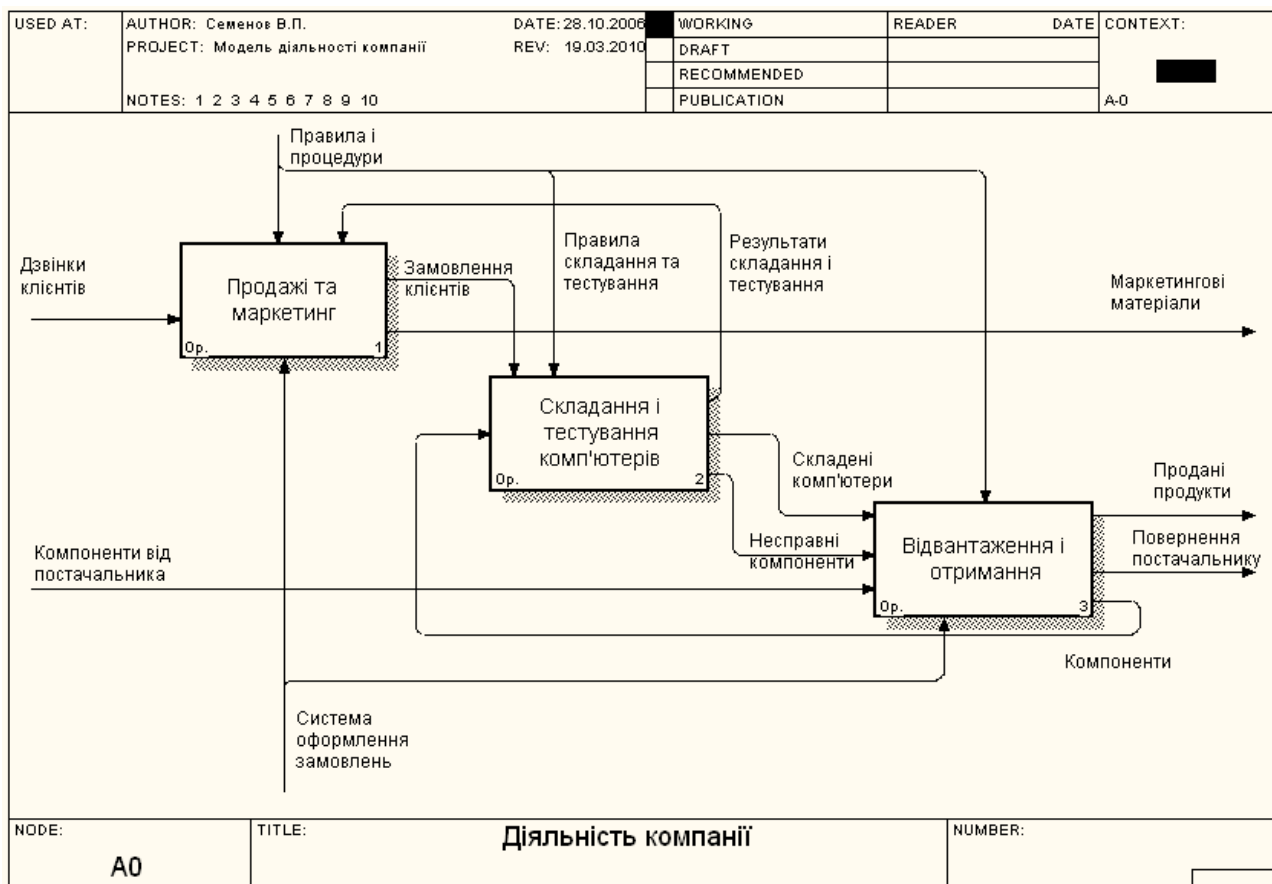

Рисунок 5.6 – Діаграма «Діяльність компанії» після злиття моделей
9. На діаграмі A0 тунелюйте (*Resolve Border Arrow*) і зв'яжіть стрілки так, як показано на рис. 5.6.